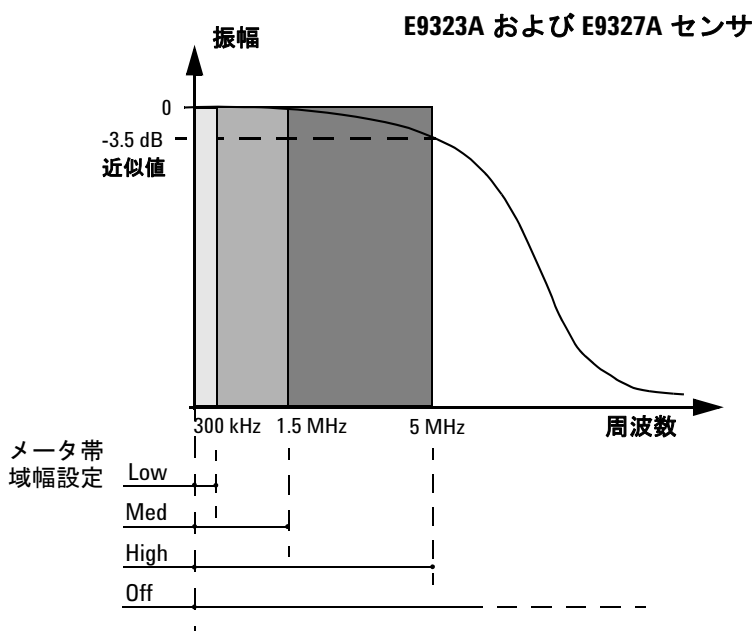

図 3-5 帯域幅フィルタの形状
* Low、Medium、High 設定は、デジタル信号処理技術を使用することで、きわめて鋭いカットオフ・ポイントを持つフラットなフィルタ応答を実現します。Off 設定はすべてのシグナル・コンディショニングを無効にします。図 3-5 を参照してください。
4 つ目の設定として Off (フィルタ・オフ) が用意されています。これにより、センサの最大帯域幅において約 3 dB のロールオフが実現され、Low、Med、High 設定で用いられる急峻なカットオフ・フィルタによって生じるリングング効果を除去して、正確なトレース捕捉を実現できます。図 3-5 に、E9323A および E9327A パワー・センサのフィルタ形状を示します。表 3-1 (76 ページ) にすべての帯域幅設定を示します。信号に必要な帯域幅よりわずかに大きい帯域幅を選択することにより、ノイズを減らし、ピーク測定の確度を改善できます。ただし、収集時間が長い場合に処理速度が低下します。